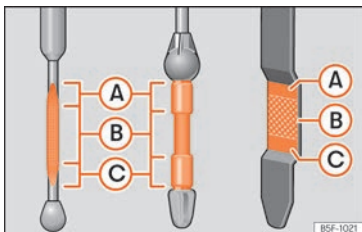

Fig. 232 Varilla de medición del nivel de aceite.
- A continuación, vuelva a extraerla y compruebe el nivel de aceite »» **fig. 232**. En caso necesario, reponga aceite del motor.
- Cuando el nivel de aceite alcance como mínimo la zona »» fig. 232 (B), enrosque el tapón de la boca de llenado con cuidado »» ❶.
❶ CUIDADO
Si el nivel de aceite se encuentra por encima de la zona »» fig. 232 (A), no arranque el motor. Puede causar daños en el motor y en el catalizador. Informe a un taller especializado.
El nivel de aceite no deberá estar en ningún caso por encima de la zona »» fig. 232 (A). De no ser así, podría aspirarse aceite por el respiradero del cárter del cigüeñal y llegar a la atmósfera a través del sistema de escape.
❶ Aviso